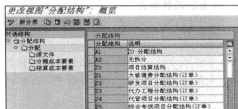

图 5-137 更改视图分配结构
STEP 1 在命令栏输入 SPRO 命令, 通过菜单选择“控制→内部订单→实际过账→结算→维护分配结构”选项, 弹出“更改视图分配结构: 概览”界面, 如图 5-137 所示。在此界面中, 可以看到右边栏目中显示了当前系统中已存在的分配结构, 从中可以选择某条分配结构或者单击“新分录”按钮创建新的分配结构。